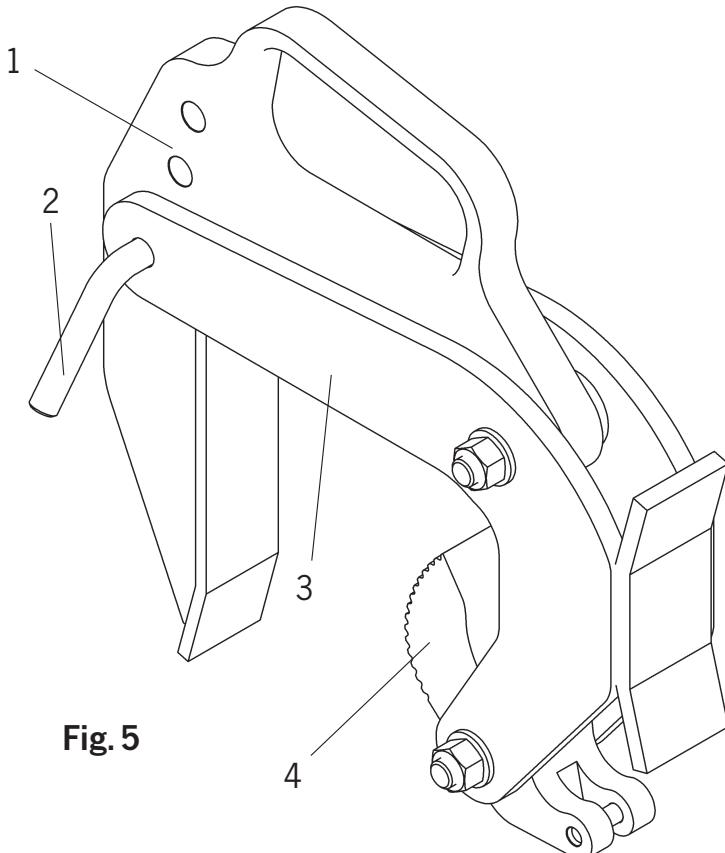

Fig. 5
- Controleer de klembekken en hun oppervlak op slijtage en beschadigingen (Fig. 5). De profielen moeten schoon zijn.
- De borgpen (Fig. 5) controleren. De borgpen waarmee de hefcapaciteit kan worden ingesteld moet vrij beweegbaar zijn en moet geborgen worden met de veilheidspin.